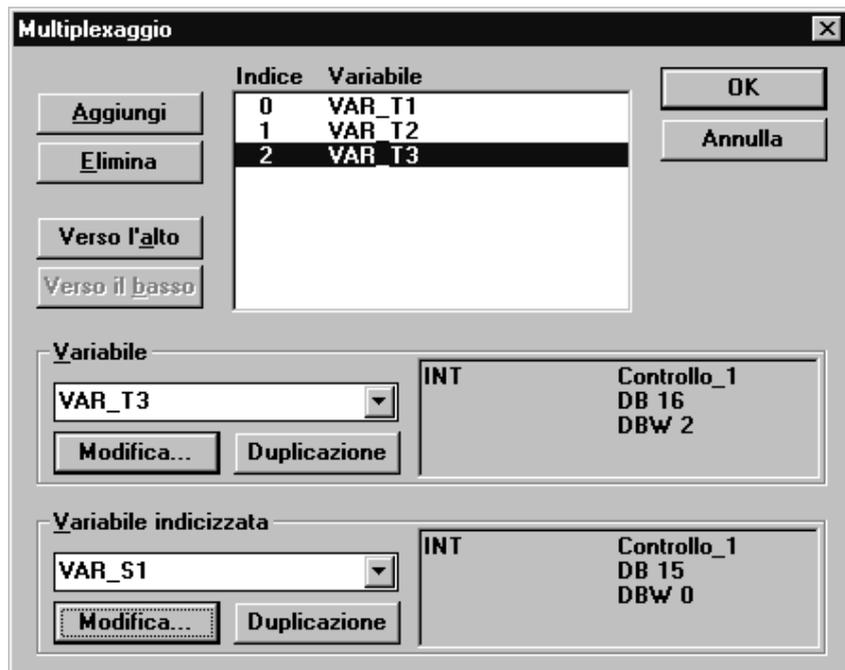

Figura 7-21 Box di dialogo *Multiplexaggio*
8. Ripetere i passi 5. e 7. per le variabili *VAR_T2* e *VAR_T3*. La figura 7-21 mostra come si presenta la corrispondente progettazione.